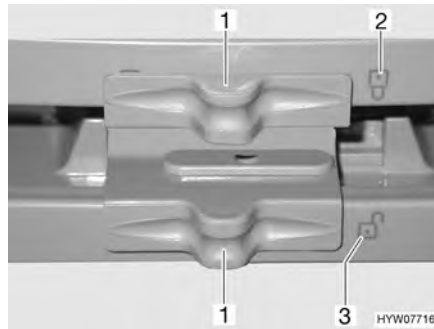

Fig. 144 Verrouillage de la porte du réfrigérateur/du compartiment congélation (Dometic Série 7 avec compartiment congélation séparé)
- Pousser le verrouillage (Fig. 144,1) de côté de telle sorte que le verrou ouvert "🔓" (Fig. 144,3) soit visible.
- Pousser le verrouillage (Fig. 144,1) de côté de telle sorte que le verrou fermé "🔒" (Fig. 144,2) soit visible.